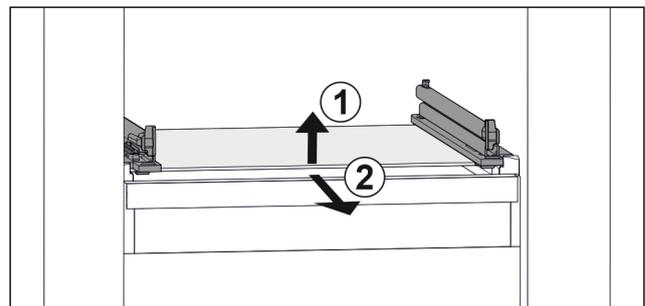

Fig. 131 Exemple de représentation de la tablette en verre
- ▶ Soulever la tablette en verre par l'avant. Fig. 131 (1)
- ▶ Retirer la tablette en verre par l'avant. Fig. 131 (2)